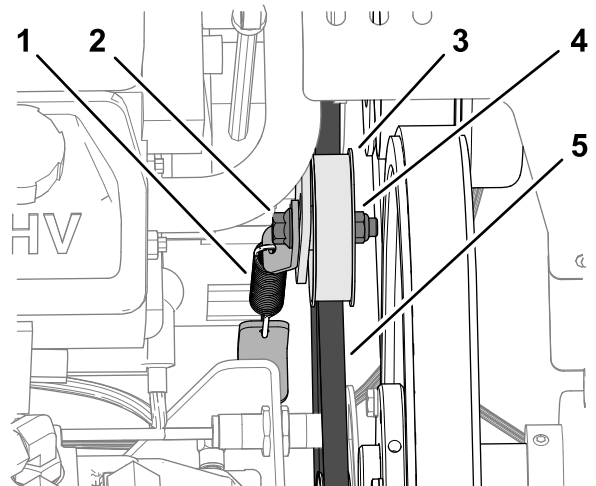

Figura 176
3. Afloje el tornillo de caperuza con arandela prensada y la contratuerca con arandela prensada que fijan la polea tensora para la correa de la bomba hidráulica, hasta que el perno se introduzca en la ranura del soporte tensor (Figura 176).